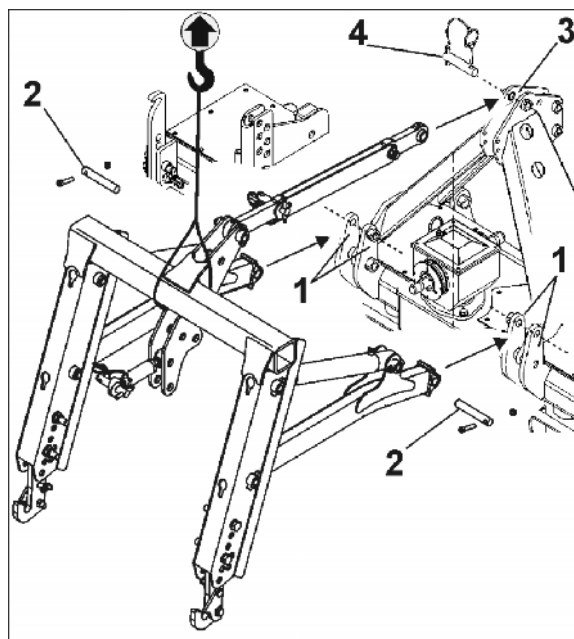

Fig. 42
4. Før løfterammen til venstre og højre mellem optagelsespladerne (Fig. 42/1), fastgør med bolte (Fig. 42/2), og sørg for at sikre med skrue og møtrik.
5. Fastgør topstangen på jordbearbejdningmaskinens øverste koblingspunkt (Fig. 42/3) med bolten (Fig. 42/4), og sørg for at sikre med ringsplit.